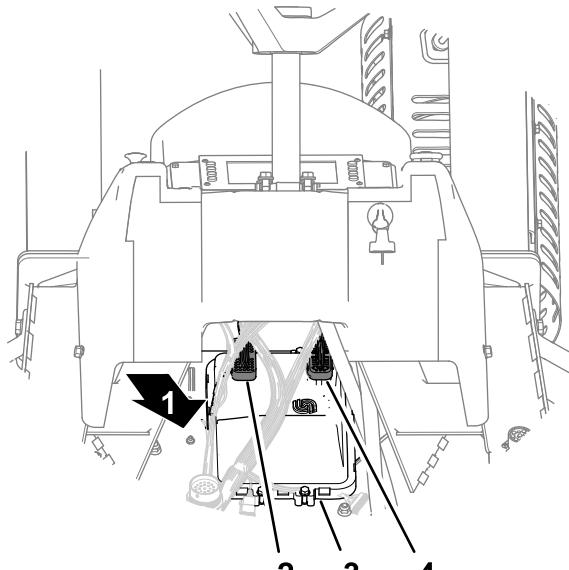

Figura 124
2. Desconecte o conector fêmea de 50 vias (CPU 1) da parte de trás do módulo do computador (Figura 124).
3. Desconecte o conector fêmea de 38 vias (CPU 2) da parte de trás do módulo do computador (Figura 124).
1. Conecte o conector fêmea de 38 vias (CPU 2) à parte de trás do módulo do computador (Figura 124).
2. Conecte o conector fêmea de 50 vias (CPU 1) à parte de trás do módulo do computador (Figura 124).